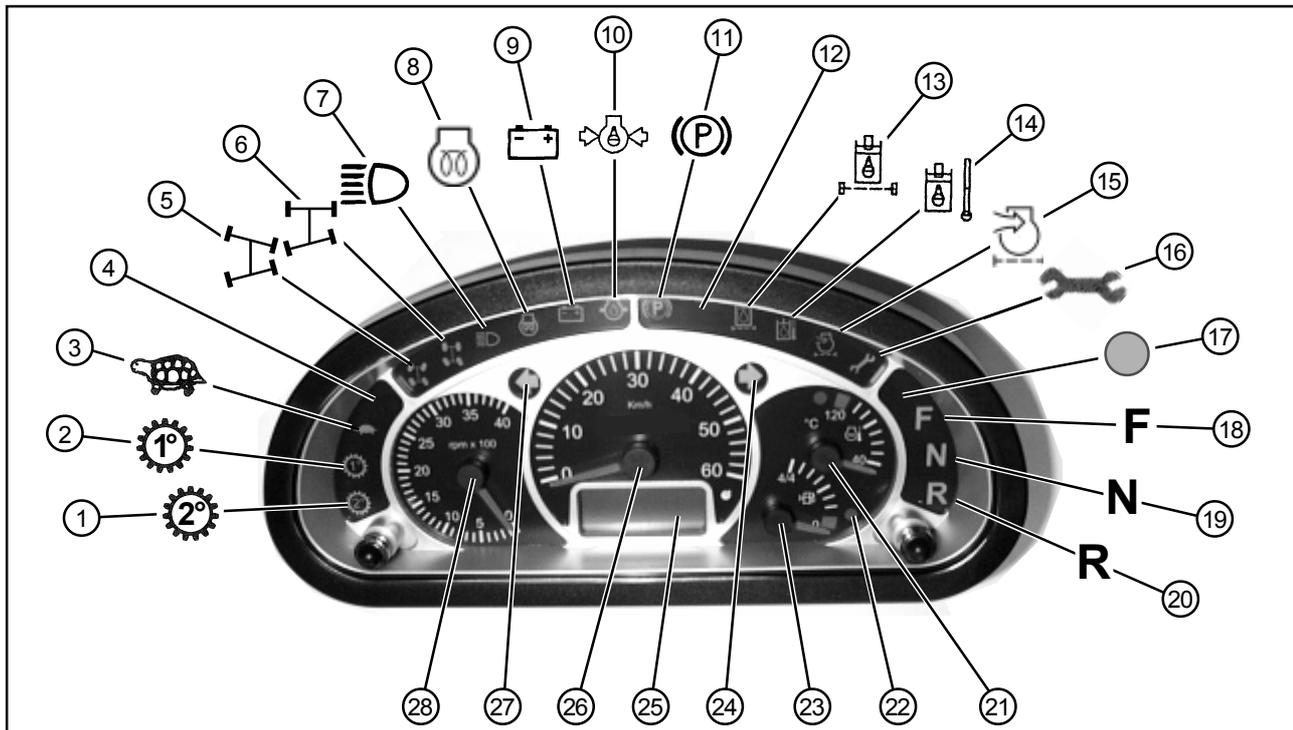

Figure 4-14
- 9 - Tableau de multifonctions (voir Chapitre 4.4.1, Figure 4-14)
- 4 - Interrupteur à bascule pour gyrophare (IO)
- 1 - Interrupteur à bascule pour commutation permanente hydraulique supplémentaire (IO)
- 2 - Interrupteur à bascule pour le verrouillage de surbasculement (IO)